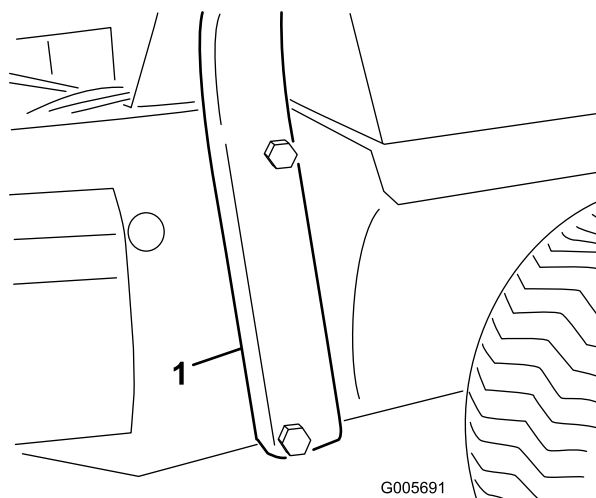

Figure 15
1. Abaissez l'arceau de sécurité sur le bâti dans l'alignement des trous de montage, comme illustré à la Figure 15.
2. Fixez l'arceau de sécurité au bâti avec 4 boulons (3/4 x 5-1/2"), rondelles-freins et écrous (Figure 15). Serrez-les fermement.